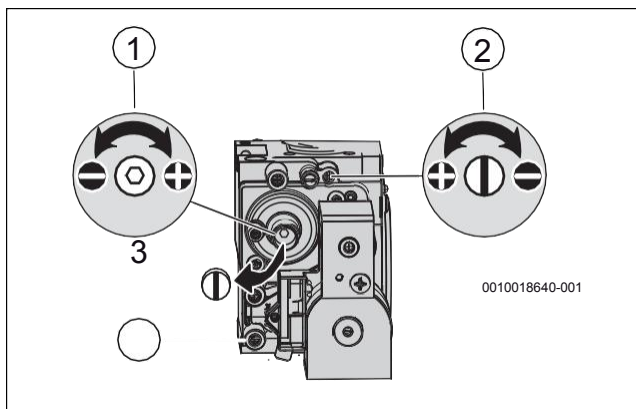

Fig. 26 Valvola di controllo del rapporto aria/gas
- ▶ Se necessario, sulla valvola a farfalla del gas (→ Fig 26, [2]) regolare il valore del CO₂ alla massima potenza nominale in base alla Tabella. 11.
- ▶ Se necessario, rimuovere la guarnizione dalla vite di regolazione della valvola di controllo del rapporto aria/gas (→ Fig 26, [1]) ed impostare il livello di CO₂ per la potenza nominale minima attenendosi alla Tabella 11.
- ▶ Allentare la vite sul nipplo di prova (→ Fig 26, [3]) della pressione di alimentazione del gas e collegare un manometro.